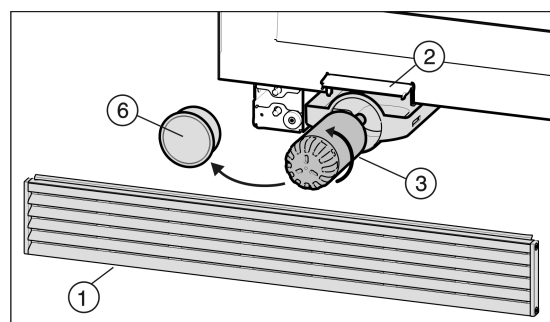

Fig. 8
▶ Tenir la grille d'aération Fig. 8 (1) vers le haut et la retirer en la tirant vers l'avant.
▶ Ouvrir le clapet de remplacement du filtre Fig. 8 (2).
▶ Retirer le filtre à eau Fig. 8 (3).
▶ Enlever le couvercle du filtre Fig. 8 (6).
▶ Tourner le filtre à eau Fig. 8 (3) d'env. 100° dans le sens contraire des aiguilles d'une montre.